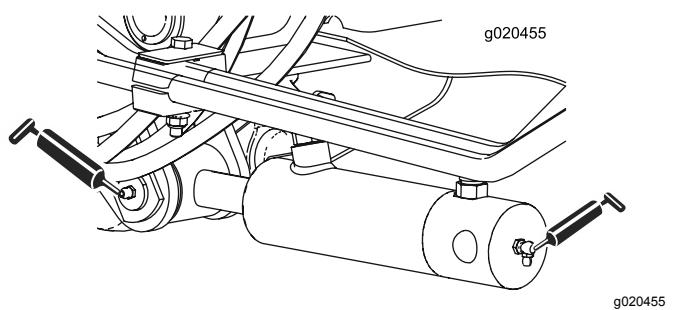

Bild 69
- Zwei (an jeder Seite) Hubarm-Zylinderbüchsen (Bild 69)